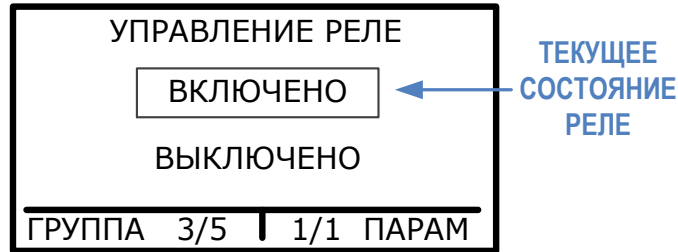

Рисунок 5.5 – Управление реле
- для изменения состояния реле необходимо нажать и удерживать кнопку «→» до тех пор, пока не изменится текущее состояние реле с отображением его нового состояния на индикаторе (рисунок 5.5).